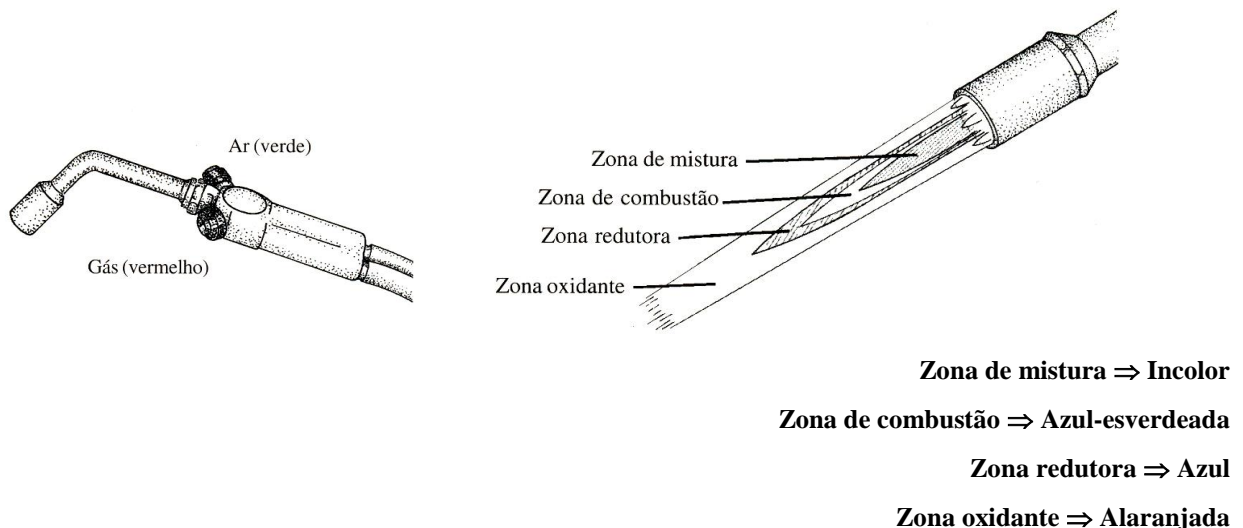

Figura 2 – Esquema do maçarico e dos cones visíveis em uma chama regulada.
- Cones definidos e diferenciáveis (Figura 2)